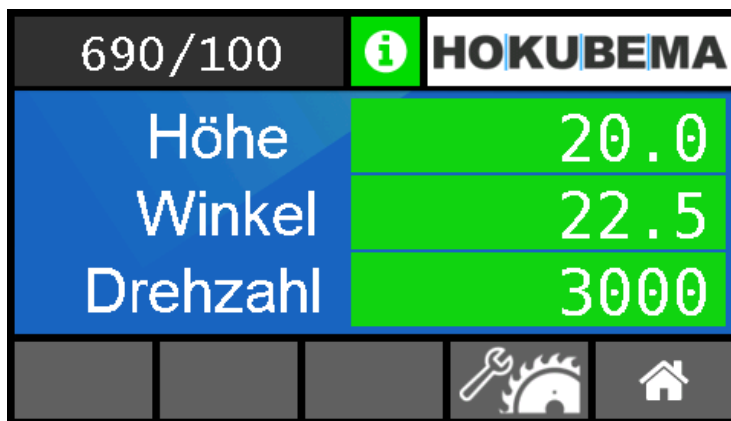

Abbildung 35: Maschinenübersicht - Aktuelle Positionen und Drehzahl
→ Bei einem verstelltem Sägeblatt erscheint jetzt in der Übersicht „**Maschine >> Höhe**“ (siehe ⇨ Abbildung 35) ein von 50,0 mm abweichender Wert (z. B. 50,5 mm).
→ Als Bestätigung springt die Anzeige zurück zur Übersicht (siehe ⇨ Abbildung 35).
- In der Übersicht „**Maschine >> Winkel**“ (siehe ⇒ Abbildung 35) erscheint jetzt ein von 0,0° abweichender Wert (z. B. 0,4°).
- Als Bestätigung springt die Anzeige zurück zur Übersicht (siehe ⇒ Abbildung 35).